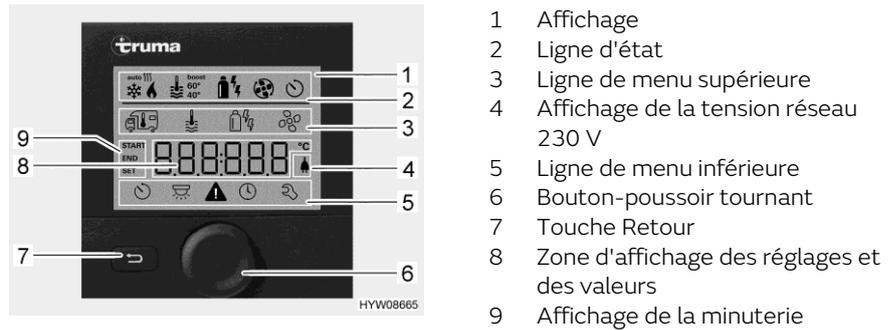
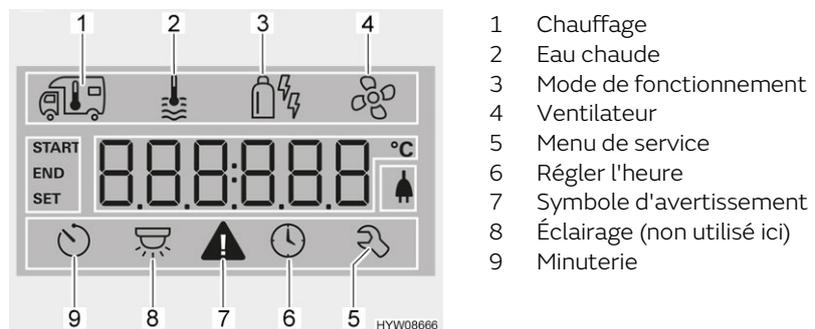

Fig. 212 Unité de commande avec affichages
Fig. 213 Écran (unité de commande)
- Ligne d'état (Fig. 212,2)
- Ligne de menu supérieure (Fig. 212,3)
- Zone d'affichage (Fig. 212,8)
- Ligne de menu inférieure (Fig. 212,5)
- Appuyer sur le bouton-poussoir tournant (Fig. 212,6) pendant env. 3 secondes. Les deux lignes de menu (Fig. 212,3 et Fig. 212,5) sont affichées. Le premier symbole clignote.
- Tourner le bouton-poussoir tournant (Fig. 212,6) jusqu'à ce que le symbole de menu désiré clignote.
- Appuyer sur le bouton-poussoir tournant pour enregistrer la valeur réglée. Si la valeur réglée à l'origine ne doit pas être modifiée : Appuyer sur la touche Retour (Fig. 212,7).
- Tourner le bouton-poussoir tournant (Fig. 212,6) jusqu'à ce que le symbole de menu du chauffage (Fig. 213,1) clignote.
- Appuyer sur le bouton-poussoir tournant pour enregistrer la valeur réglée. Le symbole clignote dans la ligne d'état (Fig. 212,2) jusqu'à ce que la température ambiante réglée soit atteinte. Si la valeur réglée à l'origine ne doit pas être modifiée : Appuyer sur la touche Retour (Fig. 212,7).
- Tourner le bouton-poussoir tournant (Fig. 212,6) jusqu'à ce que le symbole de menu de l'eau chaude (Fig. 213,2) clignote.
- Appuyer sur le bouton-poussoir tournant pour enregistrer la valeur réglée. Le symbole clignote dans la ligne d'état (Fig. 212,2) jusqu'à ce que la température d'eau chaude réglée soit atteinte. Si la valeur réglée à l'origine ne doit pas être modifiée : Appuyer sur la touche Retour (Fig. 212,7).
- Tourner le bouton-poussoir tournant (Fig. 212,6) jusqu'à ce que le symbole de menu de mode de fonctionnement (Fig. 213,3) clignote.
- Appuyer sur le bouton-poussoir tournant pour enregistrer le mode de fonctionnement réglé. Si le réglage d'origine ne doit pas être modifié : Appuyer sur la touche Retour (Fig. 212,7).
- Tourner le bouton-poussoir tournant (Fig. 212,6) jusqu'à ce que le symbole de menu du ventilateur (Fig. 213,4) clignote.
- Tourner le bouton-poussoir tournant (Fig. 212,6) jusqu'à ce que le symbole de menu de la minuterie (Fig. 213,9) clignote.
- Appuyer sur le bouton-poussoir tournant. La minuterie est activée. Le symbole de la minuterie (Fig. 213,9) clignote quand cette dernière est programmée et active.
En cas d'avertissement, le symbole correspondant (Fig. 213,7) clignote. Le chauffage continue de fonctionner. Le symbole d'avertissement s'éteint de lui-même quand il ne s'agit que d'un dérangement passager.